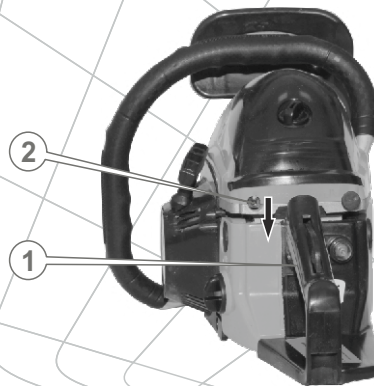

Рис. 18
**Порядок остановки двигателя (см. рис. 18)**
- Отпустите рычаг дросселя (1).
- Установите выключатель зажигания (2) в нижнее положение (STOP).